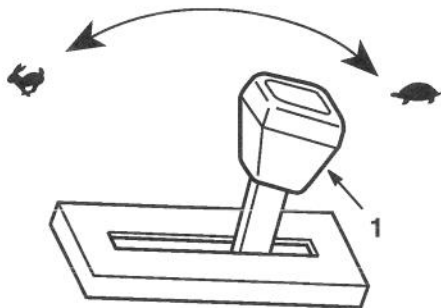

Figure 14
2. Mettre la manette des gaz sur la position FAST (Fig. 14).